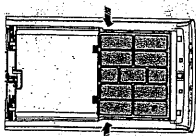

Fig. 2
b. Inserte bien los encajes a ambos lados del extremo inferior (fig. 2).